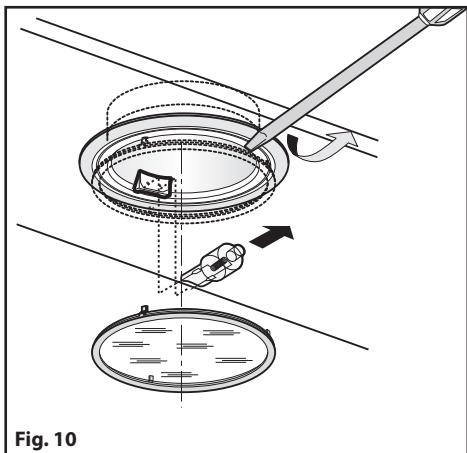

Fig. 10
• Sostituzione delle lampade alogene (**Fig.10**).